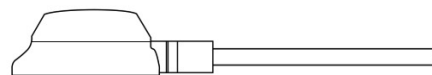

図 3
- 4)カテーテルロックの先端がポートに接するまで、捻らずに真っ直ぐに最後まで進めて固定すること (図 3)。